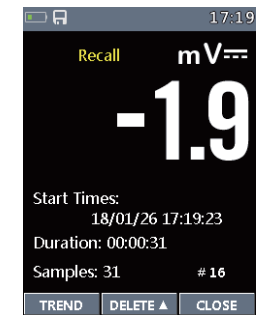

Abb. 136
- Im Datensatz Menü. Drücken Sie die Taste ▲ oder ▼ um Artikel überprüfen auszuwählen. Drücken Sie die Taste ► um Messung anzeigen zu betreten (Abb. 136).